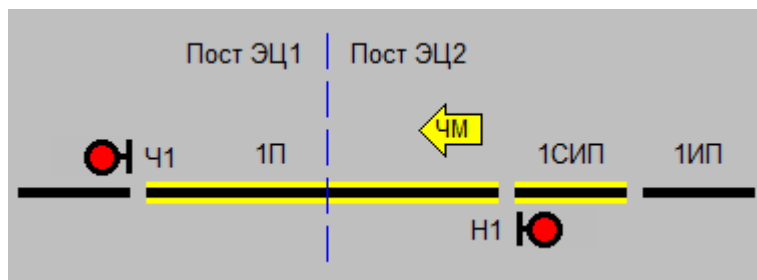

Рисунок 8.3 – Индикация установки маневрового маршрута на путь
- контроль установки маневрового маршрута (рисунок 8.3);
При задании маневрового маршрута на путь с соседнего поста на мнемосхеме станции загорается стрелка желтого цвета и индикация замыкания участков пути в маршруте (см. рисунок 8.3).